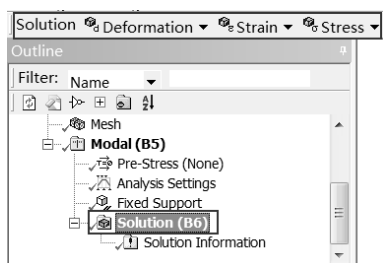

图 9-64 Solution 工具栏
Step1: 选择 Mechanical 界面左侧 Outline (分析树) 中的 Solution (B6) 选项, 此时会出现如图 9-64 所示的 Solution 工具栏。